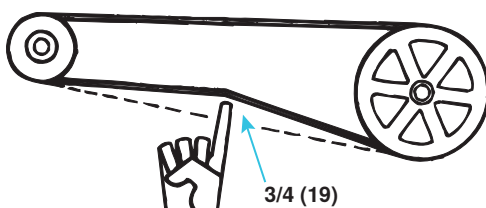

Figure 22. Vérification de la tension des courroies
- Une tension adéquate des courroies est importante pour la durée de vie des courroies et du moteur. Une courroie qui n'est pas assez tendue peut causer une usure prématurée et un glissement. Une courroie trop tendue peut causer une usure prématurée des roulements du moteur et du souffleur. Vérifiez la tension de la courroie tel que montré dans la Figure 22.
- Si la courroie ne peut pas être enfoncée de 3/4 pouce (19 mm), tel que montré dans la Figure 22, ajustez la tension de la courroie comme suit :